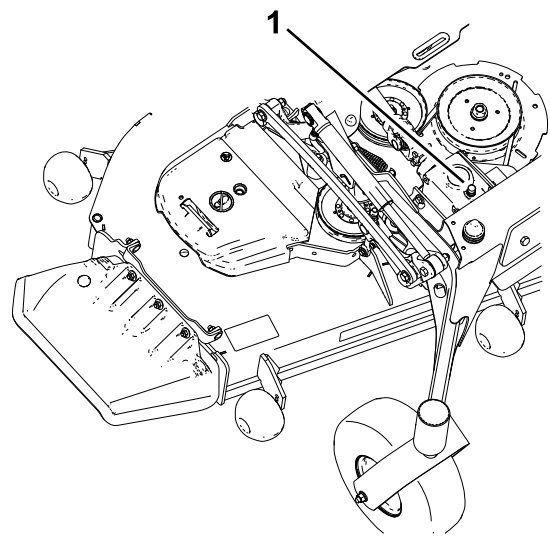

Рисунок 51
5. Вийміть щуп/заливну заглушку з верхньої частини коробки передач та переконайтеся, що мастило знаходиться в діапазоні між позначками на щупі (Рисунок 51).